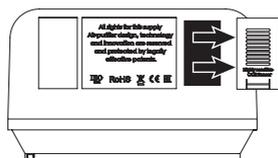

Рис. 15.
- Извлеките крышку отсека для датчика CO₂ (рис. 15).
- Вставьте датчик углекислого газа CO2-Z19 в установочное место в крышке отсека и завинтите два болта фиксации датчика (рис. 15).